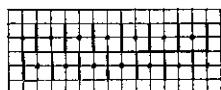

Fig. 76
**Posición de comienzo:** Palanca de raqueo arriba, abrazaderas rojas, monte 60 agujas (30 en cada cama debiendo quedar 1:1, Fig. 76 o sea una en Posición de Trabajo y otra en posición de descanso quedando alternadamente con las de la otra cama).